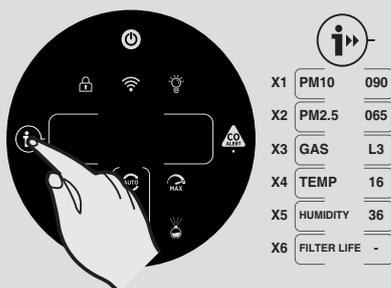

Fig. 8
Funktionen INFORMATION [Fig. 8]:
- Tryck på informationsknappen och följ instruktionerna för att återställa funktionen Filter rent genom att hålla knappen intryckt i tre sekunder. En hörbar varning ljuder för att indikera att återställningen utförts. [Fig. 8]